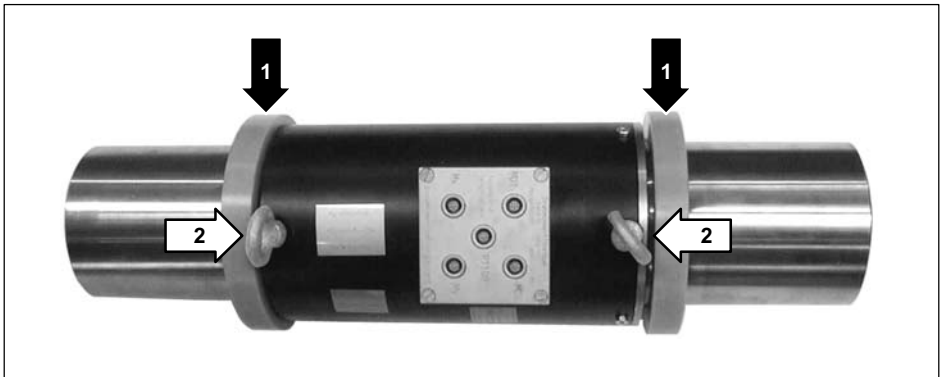

Abb. 6.3 Schutzringe (1) und Transportösen (2), Ansicht von oben
- **Nur bei Nenndrehmoment 10 kN·m und 20 kN·m:** Entfernen Sie die Kunststoff-Schutzringe (siehe Abb. 6.3).
- *Nur bei Nenndrehmoment 10 kN·m und 20 kN·m:* Entfernen Sie die Transportösen (siehe Abb. 6.3).